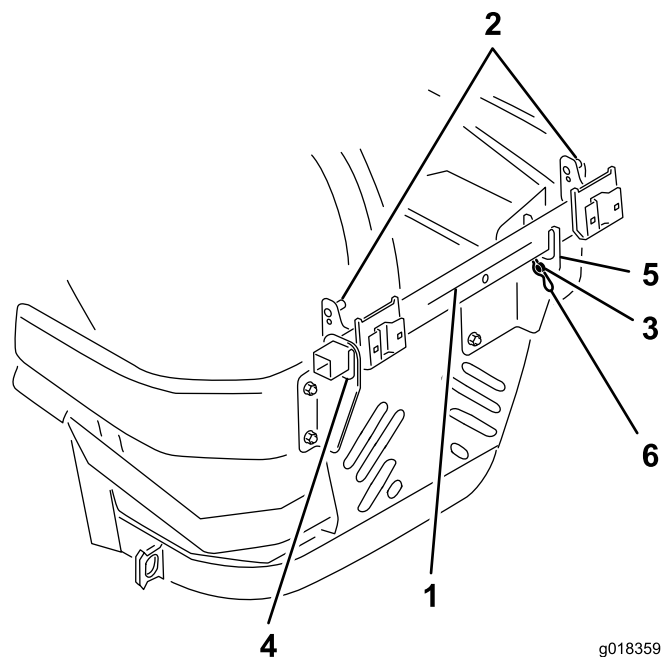

図 11
1. ホッパーサポートのフレームの位置決めを行うフレーム上部についているキー付きフードピンが右側を向き、フレーム下部にある取り付けピンが左を向くように 図 11 のように取り付ける。
2. ホッパーサポートフレームを、左フレームサポートブラケットの四角い開口部に差し込む 図 11。
3. 右側フレームサポートブラケットの右側に、取り付けピンを合わせる 図 11。
4. フレームを、右側ブラケットのU字タブの間に降ろす 図 11。
5. ホッパーサポートフレームを左にスライドさせて、右側フレームサポートブラケットに取り付けピンが通るようにする 図 11。
6. 取り付けピンの穴にヘアピンを通して、フレームをブラケットに固定する 図 11。